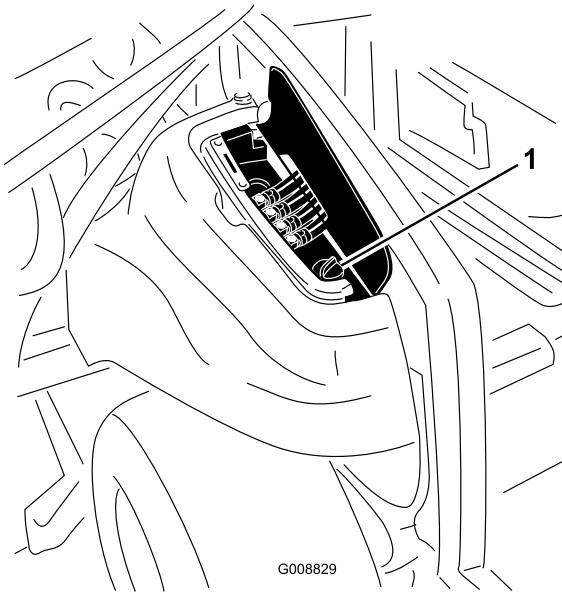

Figura 82
2. En el lado derecho del tractor, levante la tapa para tener acceso al tapón del depósito de aceite hidráulico (Figura 82).
3. Limpie la zona alrededor del cuello de llenado y el tapón del depósito hidráulico (Figura 82). Retire el tapón del cuello de llenado.